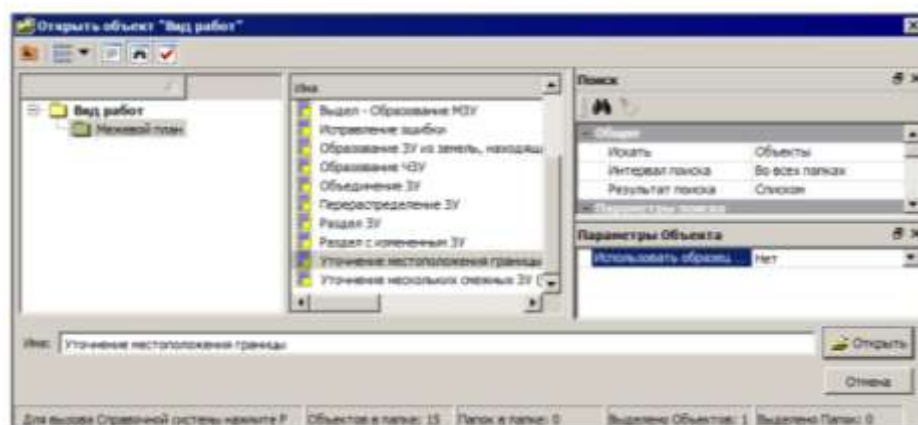

Рисунок 27– Открыть объект «Вид работ»
4. В появившемся диалоге **Открыть объект «Вид работ»** выберите вид работ *Уточнение местоположения границы*. В этом же диалоге в поле **Параметры Объекта** в строке **Использовать образец xml** укажите значение *Нет*. Нажмите кнопку **Открыть** (рис. 27).